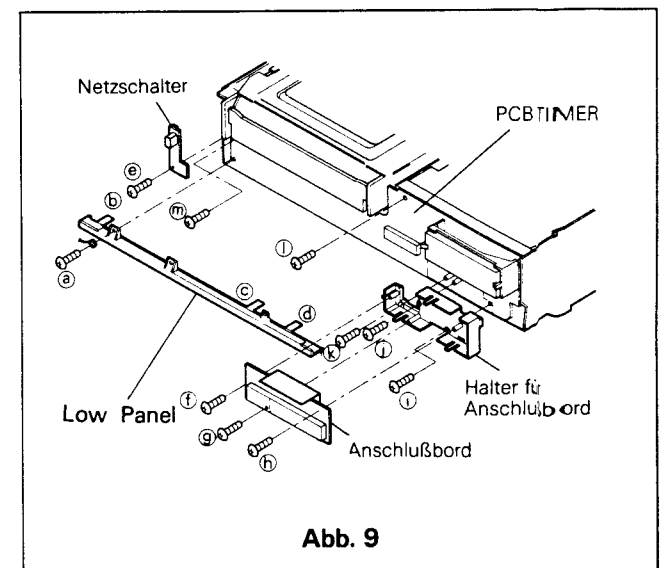

Abb. 9
- C. Entfernen Sie die Schraube (Ⓔ) und den Netzschalter, siehe Abb. 9.